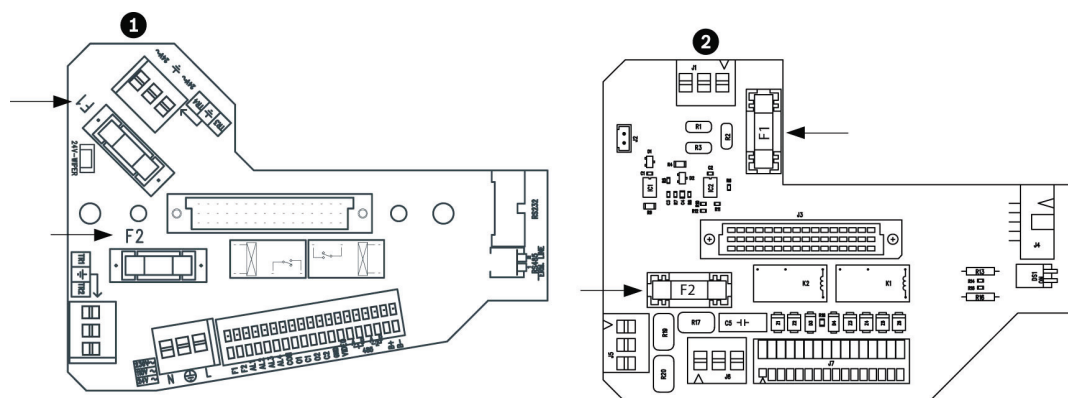

Bild 10.1 Sicherungen auf der Anschalteplatine
Die Sicherungspositionen können Sie obiger *Bild 10.1* (1) entnehmen.
Die Sicherungspositionen können Sie obiger *Bild 10.1* (2) entnehmen.